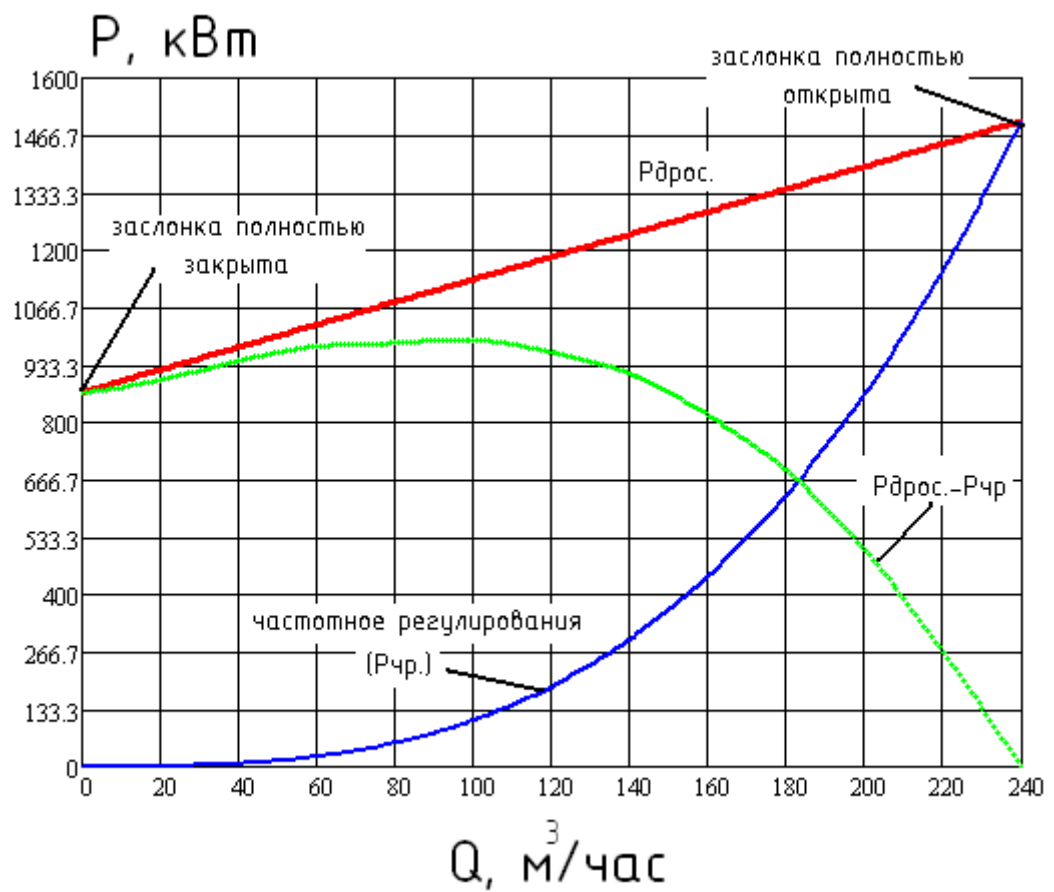
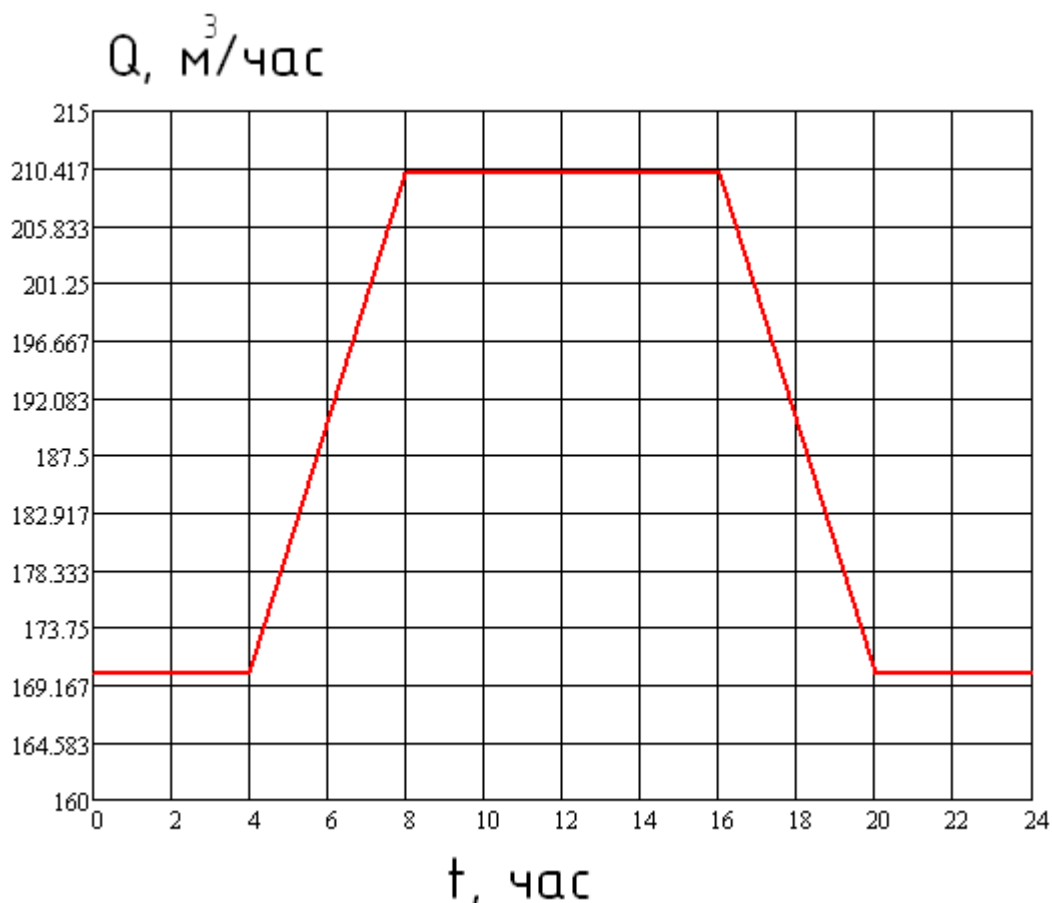

Рис. 5 Зависимость экономии потребляемой насосом из электросети мощности
Рис.6 График зависимости суточной нагрузки насосного оборудования (типовой)
- Вследствие отсутствия точных данных загруженности насосного оборудования для расчета был принят типовой график, приведенный на рис.6;
Графики зависимости потребляемой насосом мощности от производительности при различных способах регулирования, а также график экономии мощности при частотном регулировании представлены на рис. 5.
Расчет экономической эффективности основан на определении разницы между величинами потребления электроэнергии при регулировании напора насоса путем дросселирования напорной задвижкой и при регулировании с помощью ТПЧ (см. рис. 5).
Для каждого ранее определенного периода работы i , в котором определена приблизительно постоянная нагрузка насоса Q_i , рассчитываются экономия мощности $DP_i = R_{дрос} i - R_{тпч} i$. Величины $R_{дрос} i$ и $R_{тпч} i$ выбираются по рис.5 или рассчитываются по формулам (6) и (7). Величина расхода Q_i берется из графика нагрузки (рис. 6).